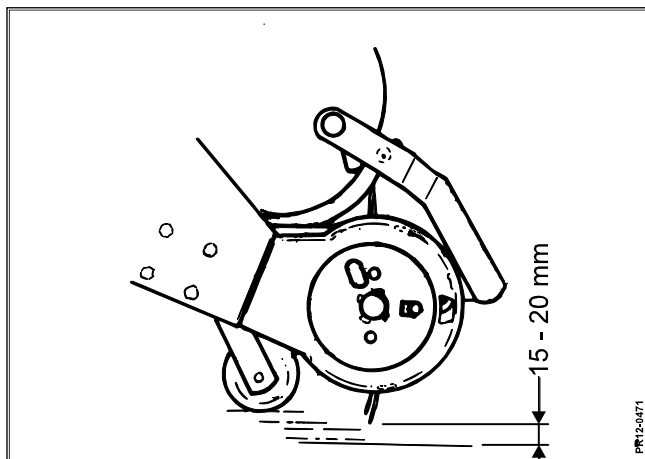

Fig. 4-1
- Fig. 4-1** Under pickupen sitter stödhjul av stål som kan justeras i höjdlädd. Du bör eftersträva en höjd på pickupen så att fjädrarna inte slår i marken och blandar jord i grödan, men ändå samlar upp allt utan spill.